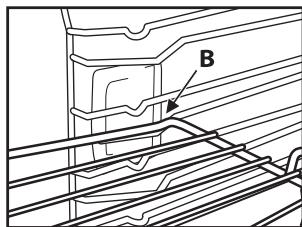

Рис. 2
2. Поставте решітку під кутом, коли вона досягне положення фіксації "B" (Рис. 2).